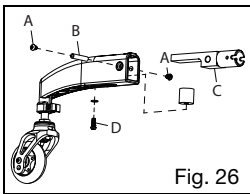

Fig. 26
2. Rimuovere la vite da 6 mm dal lato del braccio della quinta ruota dinamica (Fig. 26:A) utilizzando due chiavi a brugola da 4 mm.
3. Utilizzando una chiave a brugola, estrarre il cilindro filettato (Fig. 26:B) dal gruppo del braccio.
4. Fare scorrere il ricevitore tubolare (Fig. 26:C) fuori dal gruppo.
5. Svitare la vite da 6 mm situata sul lato inferiore del gruppo. In questo modo si libererà l'elastomero (Fig. 26:D). Rimuovere l'elastomero e metterlo da parte.
7. Avvitare la vite da 6 mm e la rondella (Fig. 26:D) attraverso la fessura e nell'inserto filettato nell'elastomero.
8. Riavvitare la vite da 6 mm (Fig. 26:D). Non stringere troppo.
9. Reinscrivere il ricevitore tubolare (Fig. 26:C) nel bracciolo. Assicurare che il braccio piatto del ricevitore del tubo sia posizionato sulla parte superiore dell'elastomero.
10. Allineare i fori sul braccio e sul ricevitore tubolare per inserire il cilindro filettato (Fig. 26:B) e la vite da 6 mm (Fig. 26:A).
11. Riavvitare le viti da 6 mm (Fig. 26:A) utilizzando due chiavi a brugola da 4 mm.